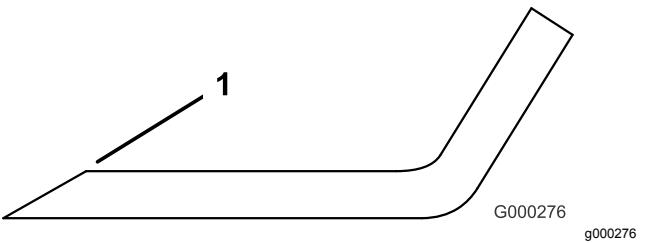

Bild 143
4. Schärfen Sie alle stumpfen und ausgekerbten Schnittkanten (Bild 143).